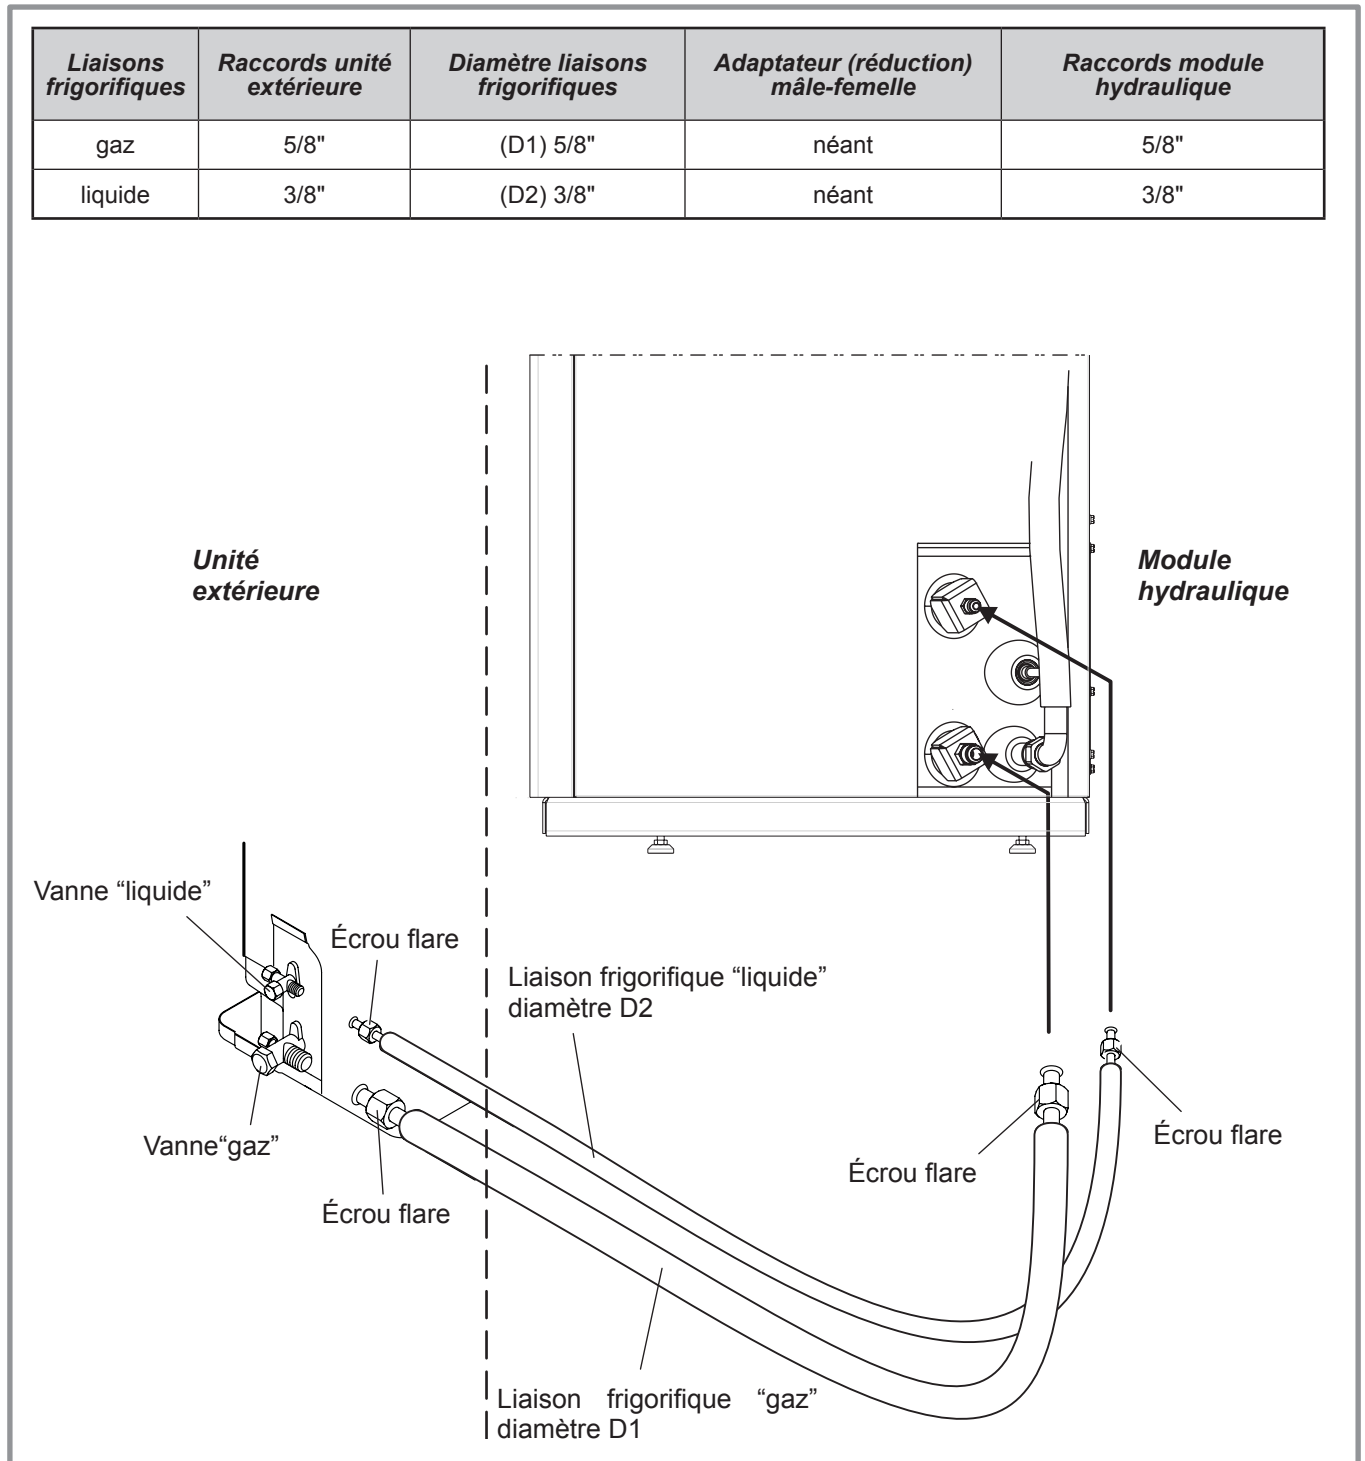

figure 18 - Raccordement des liaisons flare
- Suivant le cas, raccorder un adaptateur (réduction) 1/4"- 3/8" (voir figure 18).